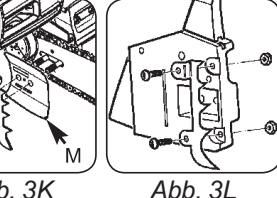

Abb. 3K
10. Entnehmen Sie aus dem Satz den Außenführer der Schiene (M) und legen Sie ihn so, dass die gebogenen Enden (hinteres und vorderes) nach außen zeigen (Abb. 3K).